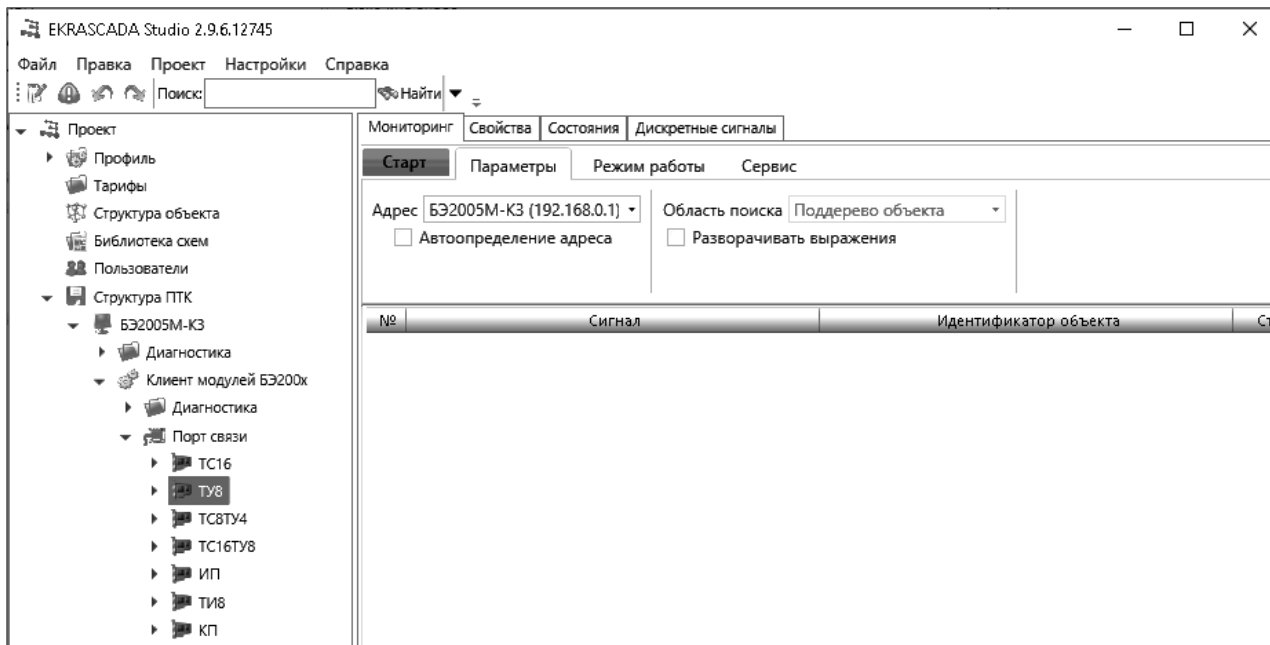

Рисунок 16 – Конфигурирование модулей в EKRASCADA Studio
2.3.5.1 Мониторинг следует выполнять только после записи конфигурации без ошибок согласно 2.3.4.5. Вкладка «Мониторинг» доступна на всех вложенных узлах «Структура ПТК» при их выделении мышью. После нажатия кнопки «Старт», выводимый список переменных будет содержать данные всех вложенных узлов выделенного узла. Перед запуском мониторинга необходимо выбрать IP-адрес «БЭ2005М-К3» в панели «Параметры» на вкладке «Мониторинг», рисунок 16. Нажать на кнопку «Старт».